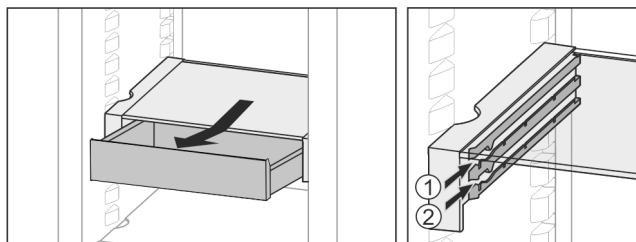

Fig. 35
- ▶ L'insérer à n'importe quelle hauteur Fig. 35 (1) ou Fig. 35 (2).